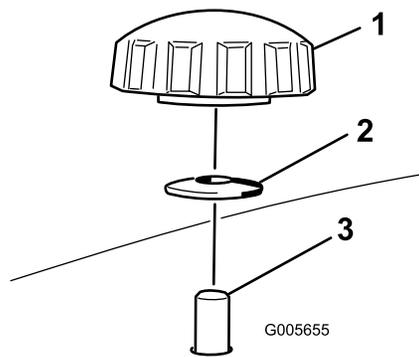

Figure 2
2. Montez le déflecteur gauche sur le plateau et fixez les goujons sur le déflecteur par le haut du plateau de coupe au moyen de 2 boutons et rondelles bombées (côté bombé face au plateau de coupe), comme illustré (Figure 1 et Figure 2).
3. Insérez le déflecteur droit par l'ouverture d'éjection et fixez-le en place avec 2 boutons et rondelles bombées (côté bombé face au plateau de coupe) comme illustré aux Figure 1 et Figure 2.